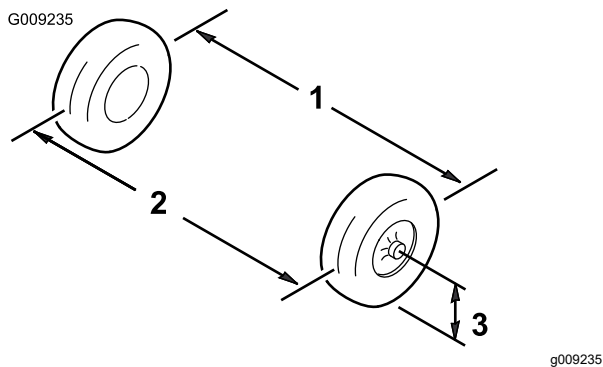

図 56
1. 前輪の前と後ろで、左右のタイヤの中央線間距離を測る計測はアクスルの高さで行う(図 56)。